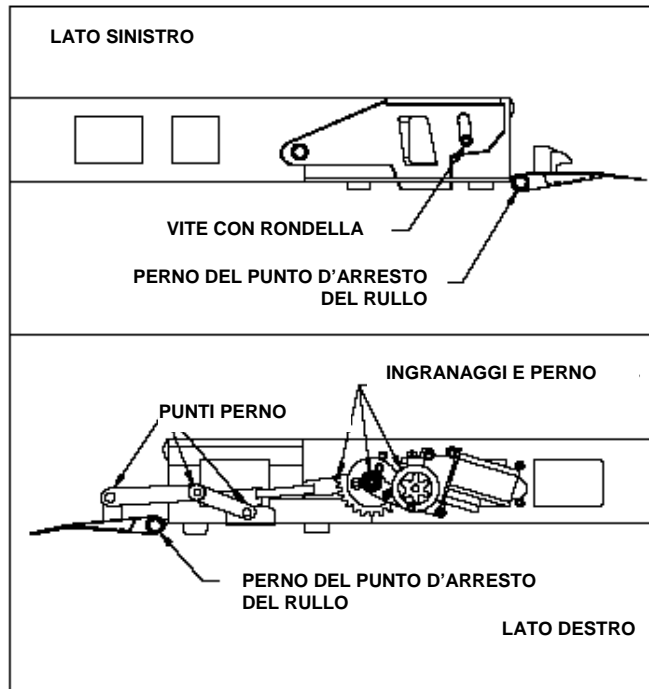

FIGURA 4-4: PUNTI DI LUBRIFICAZIONE DEL PUNTO D'ARRESTO DEL RULLO
- 6) Consultare la **Figura 4-4**. Lubrificare i punti di ancoraggio e gli ingranaggi della barriera anteriore (su entrambi i lati della piattaforma) con grasso leggero (ZEP PLS, p/n 497C, Curtisol® Red Grease p/n 88167 o altro grasso equivalente). Pulire il grasso in eccesso.